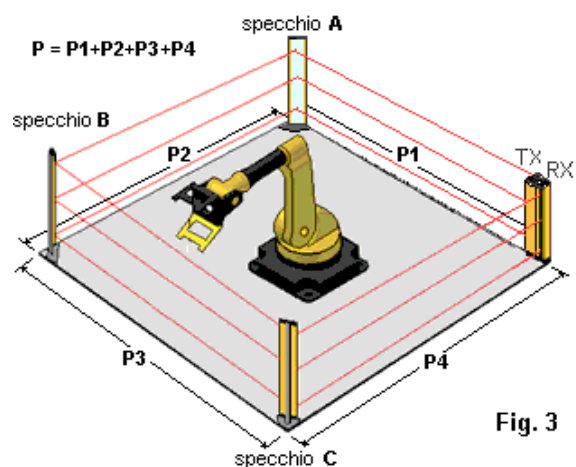

Fig. 3
- protezione **totale** (quando la barriera protegge 4 lati impiegando 3 specchi come da fig. 3.